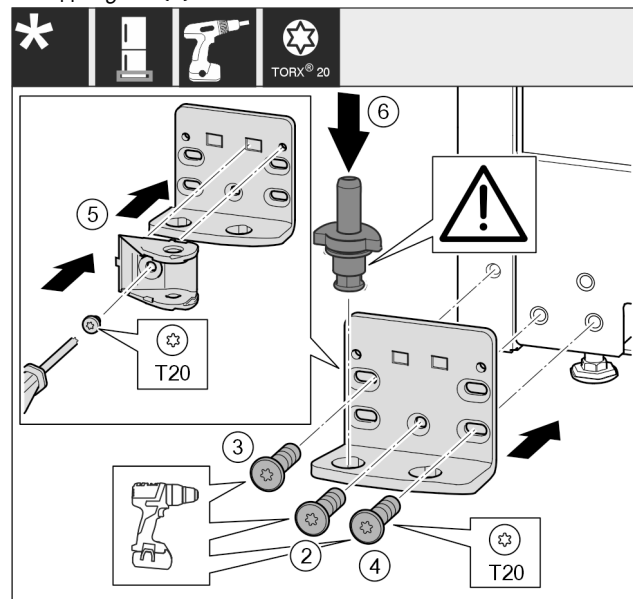

Fig. 26
- ▶ Поставете лагерната стойка от другата страна и я завийте с помощта на отвертка T20. Започнете с винт 2 долу в средата. Fig. 26 (2)
- ▶ Затегнете винт 3 и 4. Fig. 26 (3,4)
- ▶ Завъртете съединението на затварящия демпфер на 180°. От другата страна на лагерната стойка завийте с отвертка T20. Fig. 26 (5)
- ▶ Вкарайте изцяло лагерния болт. При това обърнете внимание на това, фиксиращата гърбица да сочи назад. Fig. 26 (6)